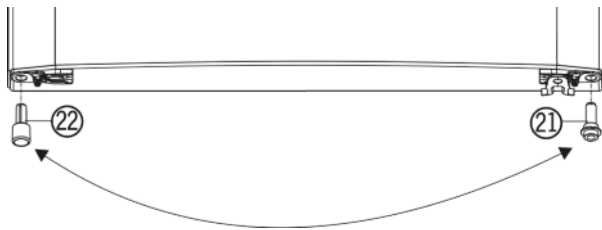

Fig. 4
- ▶ Extraer de la puerta el distanciador Fig. 4 (22), abajo a la izquierda.
- ▶ Colocar nuevamente el distanciador Fig. 4 (22) en la puerta, abajo a la derecha.